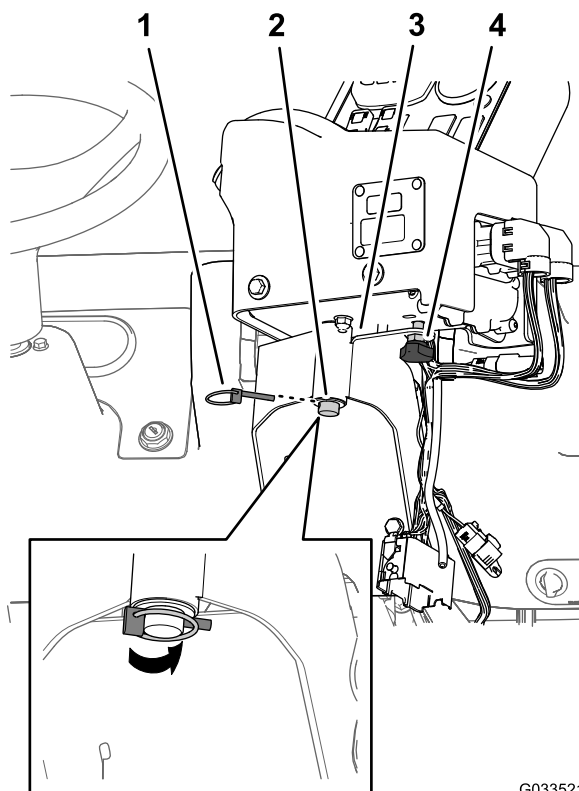

Figure 19
- Fixez la console de commande au support de la console de commande avec la goupille à anneau (Figure 19).
- Montez et serrez la molette pour empêcher la console de tourner durant cette opération (Figure 19).